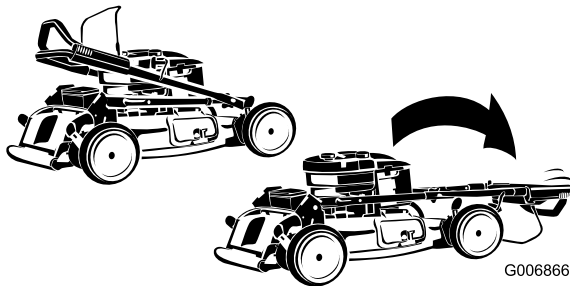

Figura 3
1. Spostare con attenzione la sezione superiore della stegola in avanti finché le due metà della stegola non sono in linea e si sistemano come mostrato in figura (Figura 3).